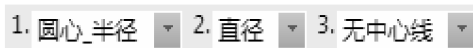
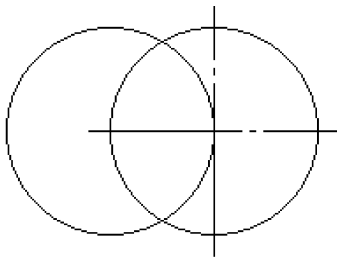

图 2-38 圆的立即菜单
图 2-39 绘制左边的圆
3) 以中心线和圆的交点（左边）为圆心，绘制直径为 30mm 的圆，立即菜单如图 2-38 所示，操作结果如图 2-39 所示。